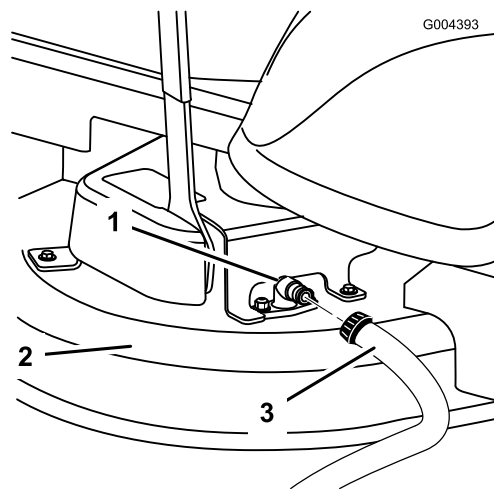

Figure 60
3. Raccordez le flexible à l'embout de lavage du carter de tondeuse et ouvrez l'eau en grand (Figure 60).